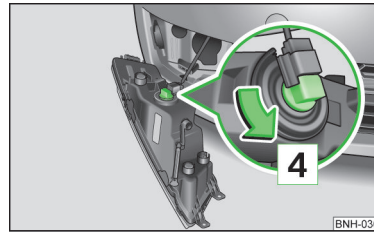

Abb. 164
- Den Stecker abziehen » Abb. 164.
- Den Lampensockel in Pfeilrichtung **4** » Abb. 164 drehen und herausziehen.